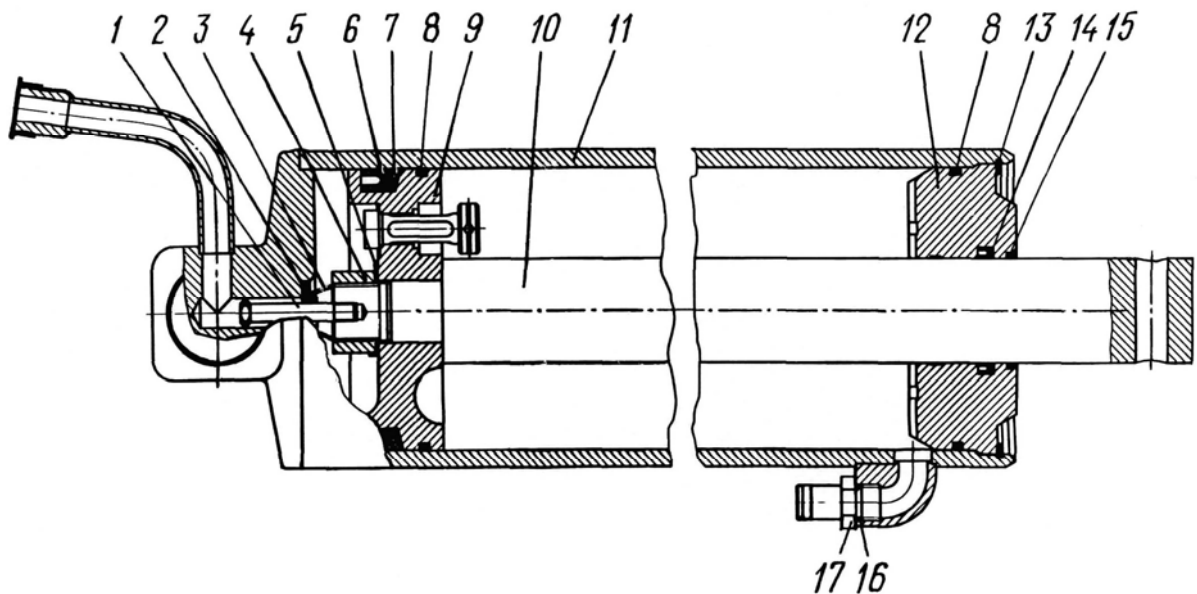

Рис.96. Цилиндр опрокидывающего механизма:
Цилиндр (рис.96) является исполнительным органом опрокидывающего механизма. Передача усилия на платформу осуществляется через рычажно-балансирующую систему. Шток 10 цилиндра присоединен к балансиру с помощью опоры 6 (см. рис.93) и пальца 7. На балансиру предусмотрен ограничитель, не позволяющий платформе переходить через предельный угол подъема, а установленный в поршне цилиндра перепускной клапан (см. рис.96), упираясь в крышку 12, открывается и пропускает рабочую жидкость, ограничивая дальнейший подъем платформы.
3. Застропить цилиндр, протянув строп за штуцер 17 (см. рис.96) цилиндра и фланец, натянуть строп.
1. Извлечь из кольцевой канавки цилиндра 11 упорное кольцо 13 и выдвинуть шток 10 (см. рис.96) в сборе из цилиндра.